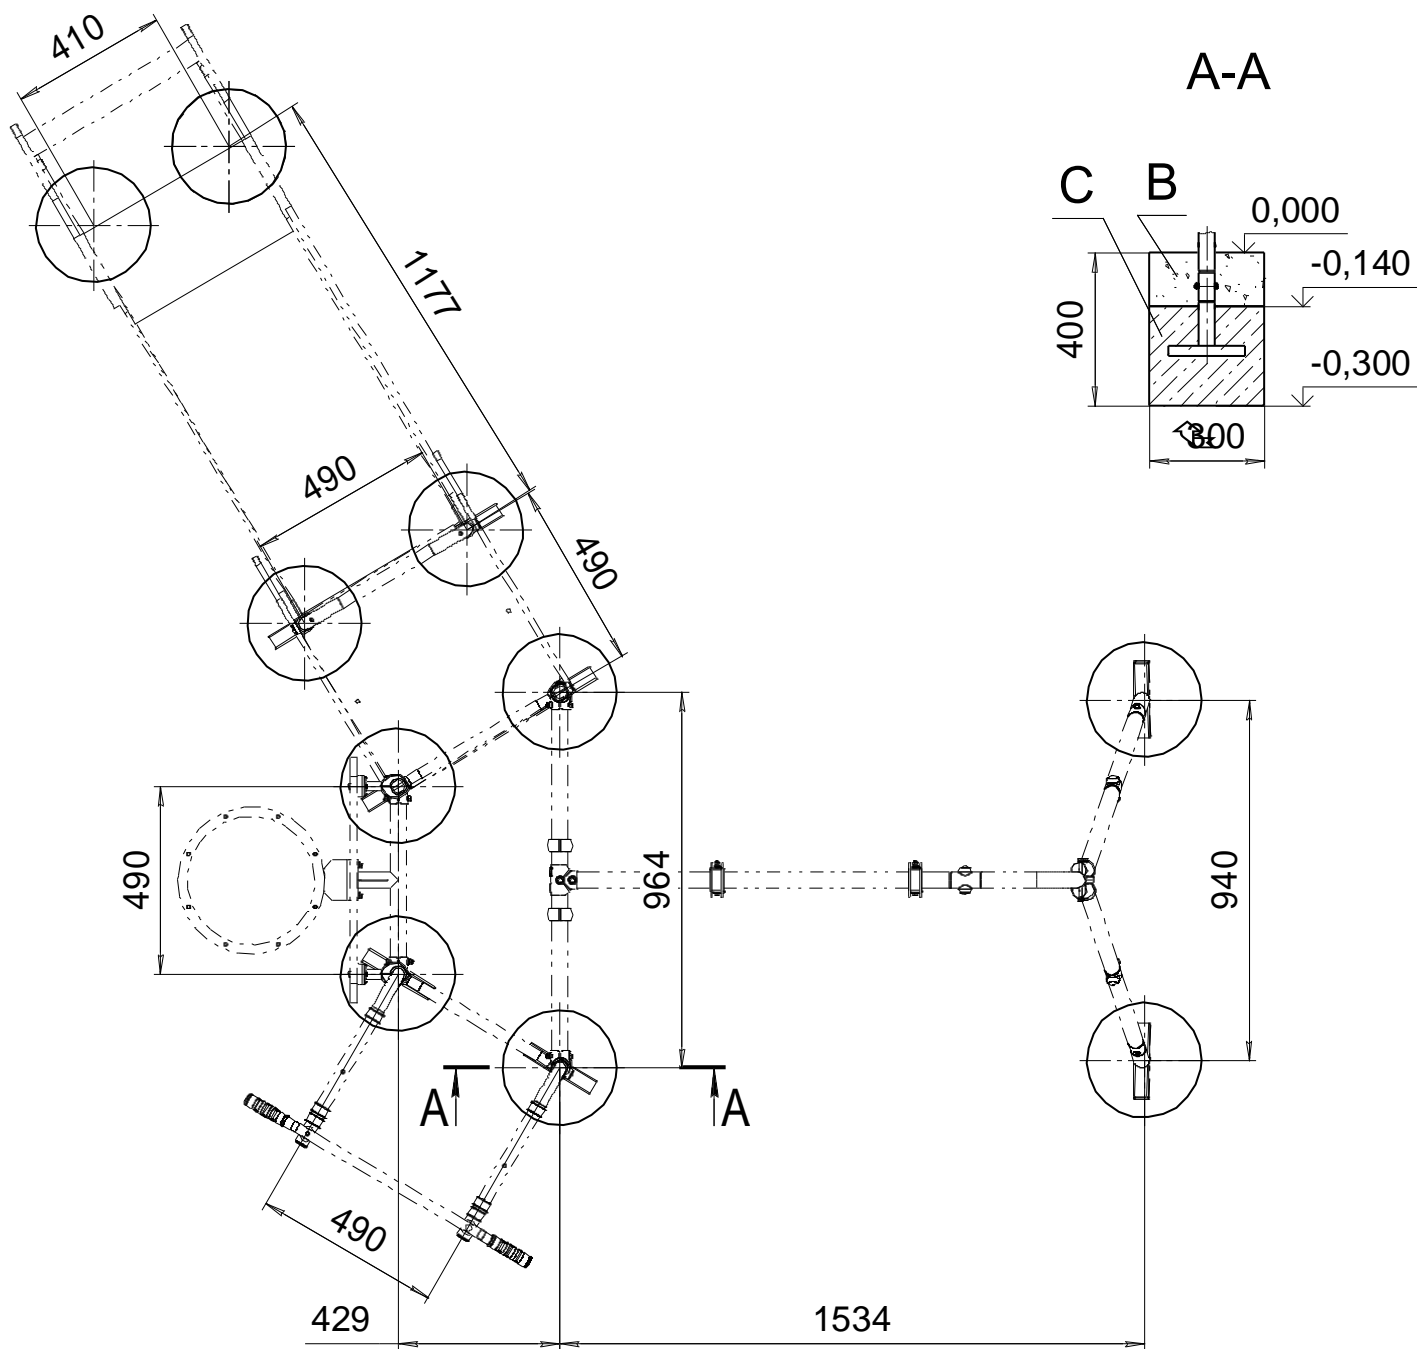

Рис.12
10.3.11 Установить КОМПЛЕКС в подготовленные ямы. Проверить вертикальность установки лестниц, используя отвес. Забетонировать (бетон В15; $V=0,19\text{м}^3$) согласно схеме (см. рис. 12); С – бетон, В – песок.